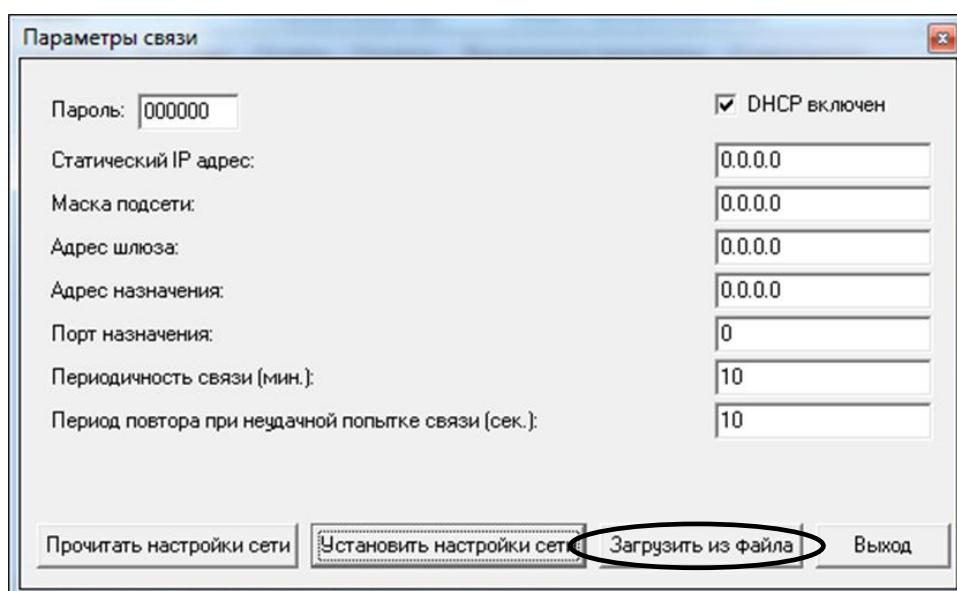
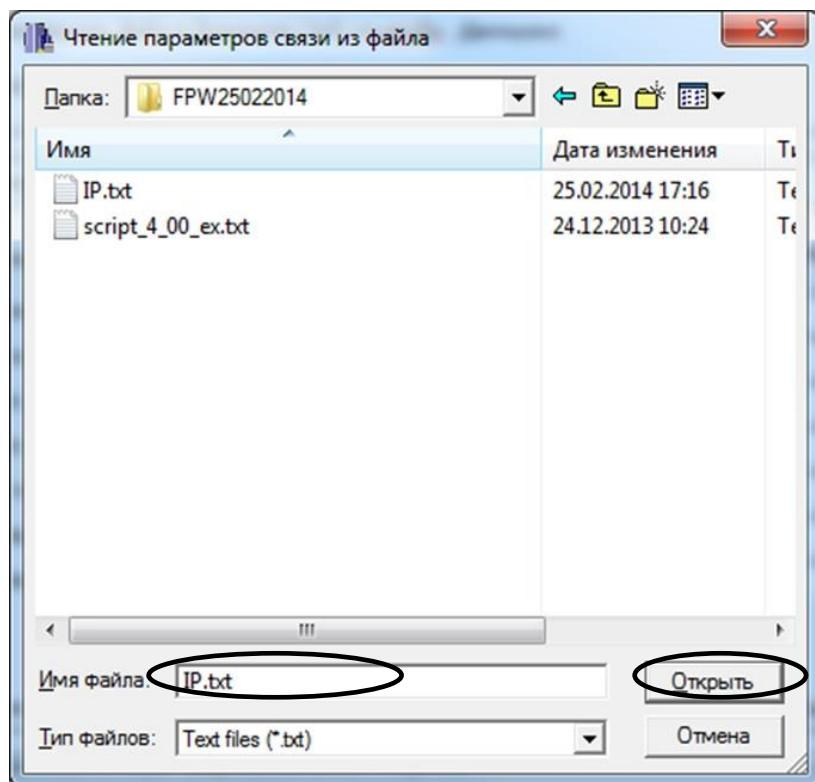

Рисунок 30
Рисунок 32
У вікні «Параметры связи» з’являться параметри налаштування запрограмовані у пам’ять реєстратора (рисунок 30).
6.1.7 Для завантаження параметрів із текстового файлу натиснути кнопку «Загрузить из файла» (рисунок 30). У вікні, що з'явиться обрати файл з параметрами зв'язку реєстратора (рисунок 32). Натиснути «Открыть».